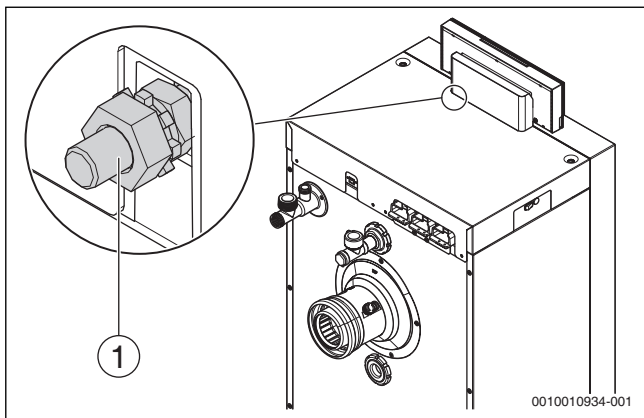

Bild 22 Positionierung zum Erdungskontakt
- Auf die Positionierung zum Erdungskontakt achten und korrekt einfügen (→Bild 22 [1]).